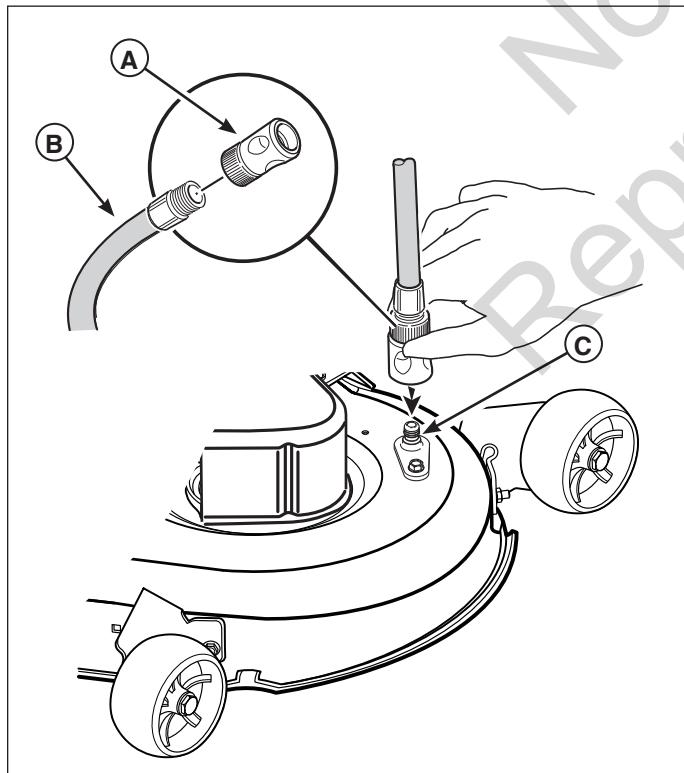

Figura 12. Orificio de lavado de la cubierta del cortacésped
2. Sujete el desconector rápido (**A**, Figura 12) a una manguera de jardín (**B**), y conéctelo al orificio de lavado (**C**) en la cubierta del cortacésped.